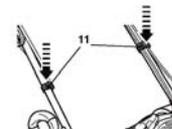

Fig. 5
- Fixer les câbles (7, 8, 9, 28) aux deux côtés de la poignée inférieure (25) avec les serre-câbles (11) (Fig. 5).